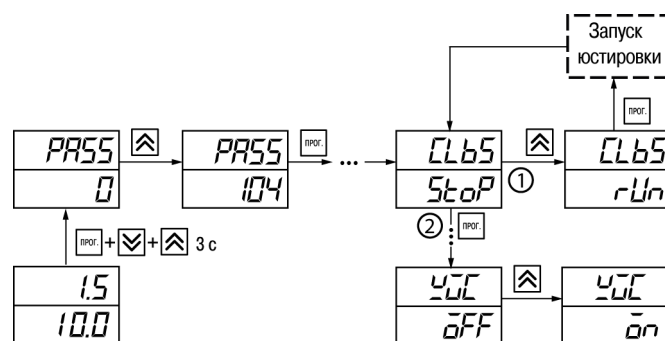

Рисунок 8.7 – Последовательность действий во время юстировки
5. Установить в параметре $\bar{c}Lb5$ значение rLn и нажать кнопку ПРОГ. (см. рисунок 8.7, шаг 1).
6. Включить автоматическую коррекцию ЭДС ТП по температуре его свободных концов, установив в параметре $\bar{c}UL$ значение $\bar{0}n$ (см. рисунок 8.7, шаг 2).